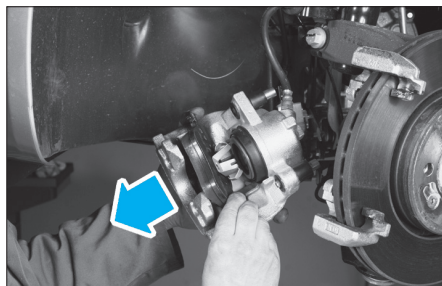

FIG. 9
- Déclipper et déposer la plaquette intérieure de l'étrier (Fig.9).